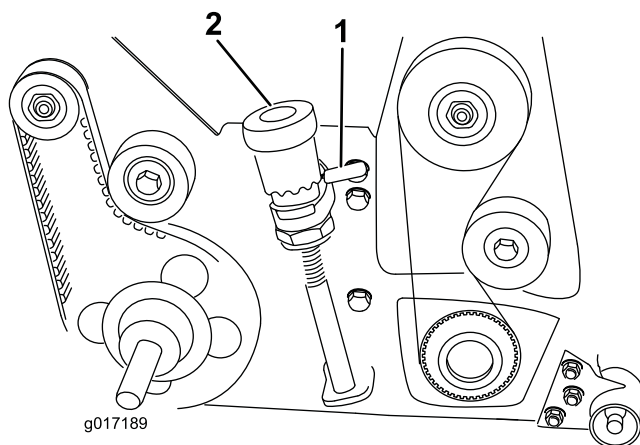

Bild 13
2. Senken Sie die Groomingspindel mit den Express-Hubhebeln (beide Seiten) in die Groomingstellung ab (Bild 13).
und drehen es (Bild 13), um die Messerspitze anzuheben oder abzusenken. Jede Kerbe am Feineinstellhandrad entspricht einer Groomertiefe von ca. 0,17 mm (0,007").
Wichtig: Beim Transport der Maschine muss die Groomingspindel unbedingt in die Transportstellung angehoben werden. Drehen Sie zum Anheben der Groomingspindel den rechten und linken Express-Hubhebel so, dass sie nach hinten zeigen (Bild 13). Drehen Sie zum Absenken der Groomingspindel die Express-Hubhebel nach vorne.